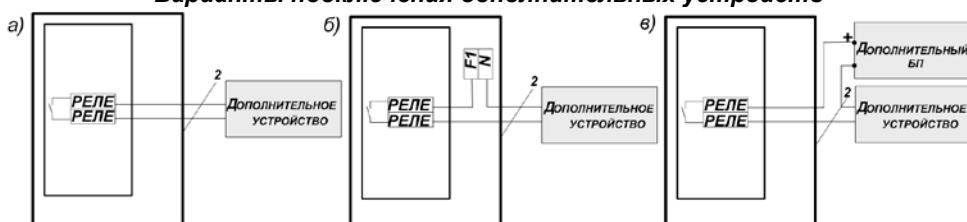

Рис.1
Электрический монтаж рекомендуется выполнять согласно Рис.1 Приложения Б в приведенной ниже последовательности.
2.2.3. Подключить реле (дополнительные устройства) к клеммам «РЕЛЕ» на плате «ТТ102», соблюдая полярность при подключении. Варианты подключения вспомогательных устройств смотри на Рис.1